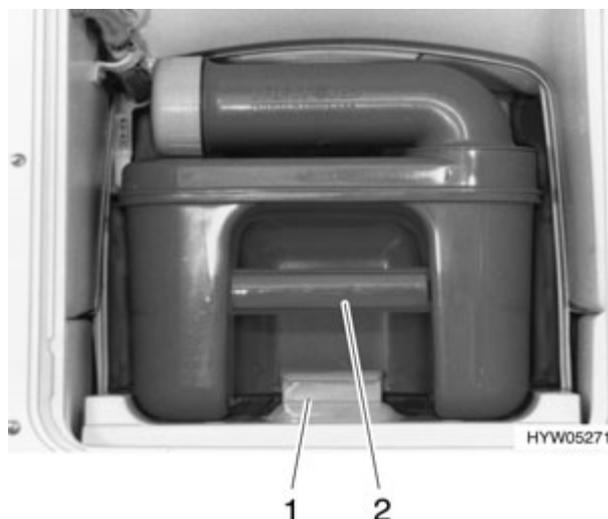

Fig. 183 Cassette Thetford, enlever
- Tirer l'étrier (Fig. 183,1) vers le haut et retirer la cassette Thetford (Fig. 183,2).